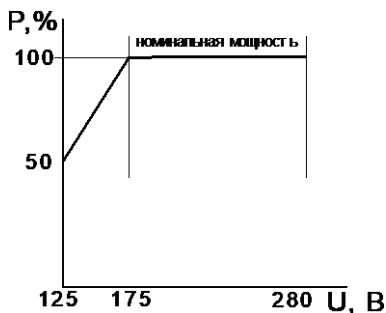

Рисунок 2 - Зависимость выходной номинальной мощности от входного напряжения сети
* см. Рисунок 2.
В режиме стабилизации, если входное напряжение выйдет за рабочий диапазон (см. п.4 и 7 таблицы 1), сработает схема защитного отключения нагрузки и система отключит нагрузку (см. Рисунок 2). Стабилизатор автоматически подключит нагрузку при возвращении входного напряжения в рабочий диапазон.